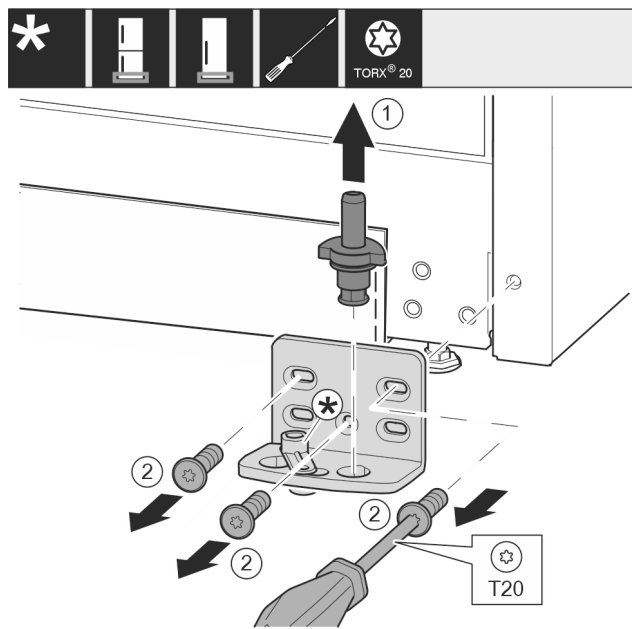

Fig. 15
- Nxirrni jashtë komplet bulonin e rrotullimit Fig. 15 (1) nga lart.
- Lironi vidat Fig. 15 (2) me një kaçavidë dhe hiqni bazamentin mbështetës.